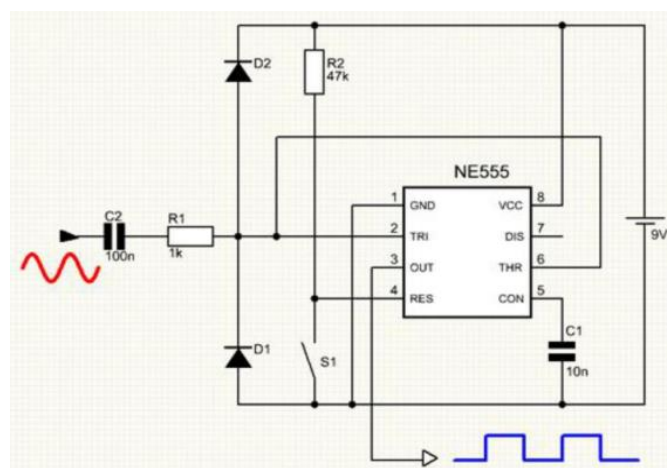

Abbildung 4 Schaltung der Aufgabenstellung 2
- Aufbau der Schaltung in Abbildung 4